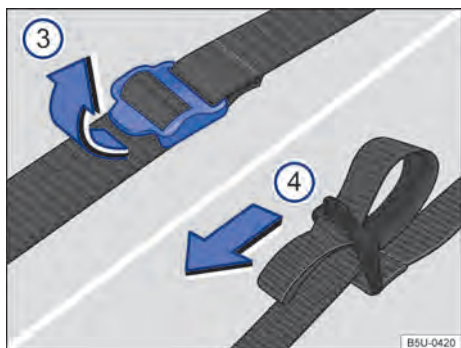

Fig. 162 Cintas de fixação da bolsa das ferramentas de bordo.
- Puxar as fivelas da cinta de fixação no sentido da seta → Fig. 162 ③.
- Puxar firmemente as cintas ① pelas alças no sentido da seta → Fig. 162 ④ para fixar a bolsa das ferramentas de bordo.